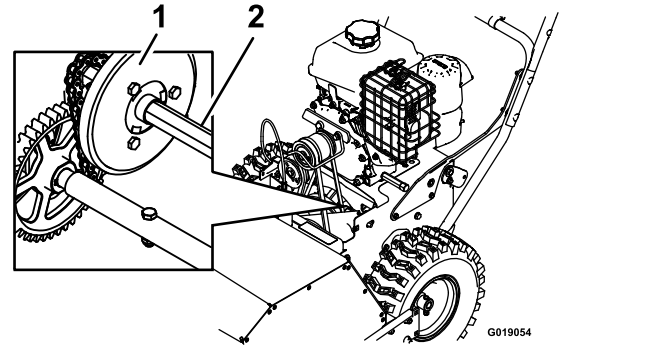

Figure 21
4. Trempez un long pinceau effilé propre dans de l'huile moteur et graissez légèrement l'arbre hexagonal (Figure 21).
**Important:** Veillez à ne pas faire couler d'huile sur la roue en caoutchouc ou le plateau d'entraînement à friction en aluminium, sinon la transmission patinera (Figure 21).